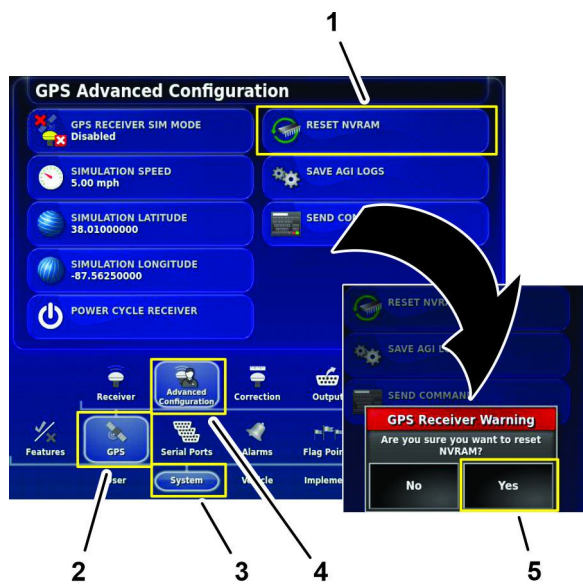

Figura 250
1. No ecrã de configuração, pressione o ícone SISTEMA, GPS e, em seguida, o ícone CONFIGURAÇÃO AVANÇADA (Figura 250).
2. No ecrã Configuração Avançada GPS, pressione o ícone REPOR NVRAM (Figura 250).
3. Na caixa de diálogo "Receber GPS", pressione o ícone SIM (Figura 250).